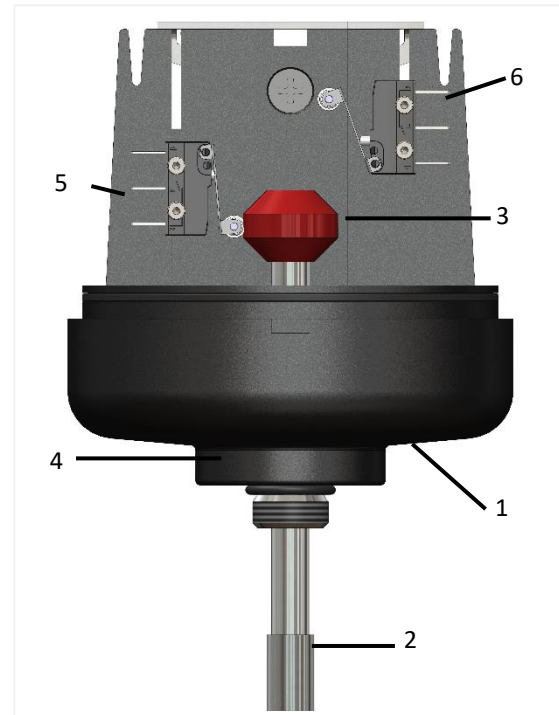
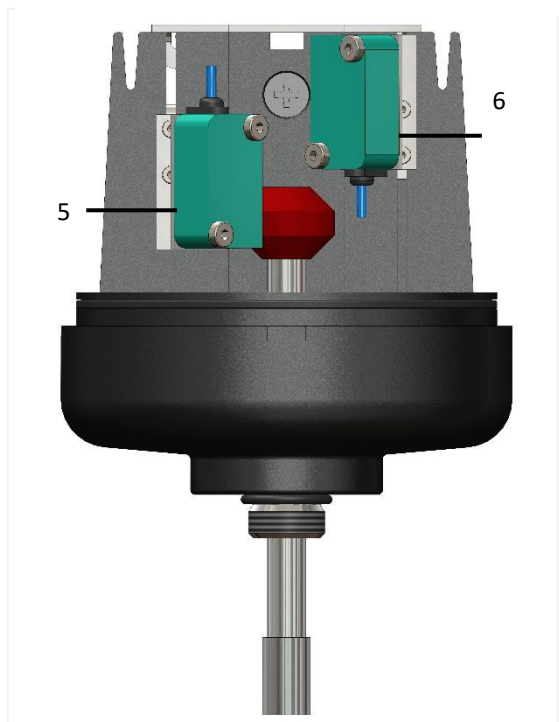

Abbildung 8 Untere Schaltposition 024.85
Abbildung 9 Untere Schaltposition 024.86 / 024.87
- Führen Sie das Gehäuse (Pos. 1 Abbildung 8) vorsichtig über die Spindel bzw. Nocke (Pos. 2 bzw. 3 Abbildung 8). Achten Sie bei Typ 024.85 darauf den unteren Taster des Mikroschalters nicht zu verbiegen. Es empfiehlt sich diesen während des Durchführens von Hand zu Betätigen. Der Montagesatz befindet sich im Inneren der Stellungsanzeige.
- Ziehen Sie nun den Gewindestift (Pos. 4 Abbildung 8) mit 3 Nm an.
- Bringen Sie das Ventil in Stellung „geschlossen“. Lösen Sie nun den unteren Schalter (Pos. 5 Abbildung 8) mit einem geeigneten Werkzeug und positionieren ihn so, dass er in dieser Position des Nockens betätigt wird, siehe Abbildung 8. Bei 024.86 und 024.87 muss der Näherungsschalter so ausgerichtet werden, dass die Nocke sich innerhalb der Sensorfläche befindet. Sehen Sie hierzu Abbildung 9. Ziehen Sie anschließend die Befestigungsschrauben wieder fest.
- Bringen Sie das Ventil in Stellung „offen“. Lösen Sie nun den oberen Schalter (Pos.6 Abbildung 8/ Abbildung 9) mit einem geeigneten Werkzeug und positionieren ihn so, dass er in dieser Position des Nockens betätigt wird. Ziehen Sie die Befestigungsschrauben wieder fest.
- Montieren Sie die Haube (Pos. 2 Abbildung 1) auf das Gehäuse (Pos. 1 Abbildung 8) und befestigen sie diese mit der Schraube inkl. Unterlegscheibe (Pos. 3 & 4 Abbildung 1).
- Lösen Sie den Gewindestift (Pos. 4 Abbildung 8) vom Gehäuse.
- Führen Sie die Halterung (Pos. 1 Abbildung 8) vorsichtig über die Spindel bzw. Nocke (Pos. 2 bzw. 3 Abbildung 8).